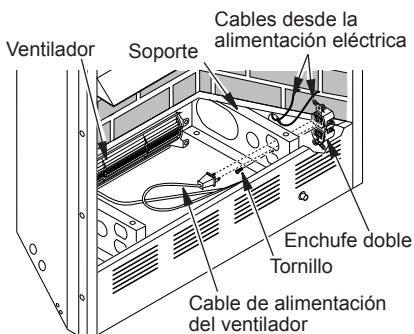

Figura 9 - Inserción del cable de alimentación del accesorio ventilador para instalación empotrada
4. Pase los cables provenientes del enchufe de pared a través del orificio dentro del calefactor y el orificio en el soporte (consulte la figura 9 en la página 10).